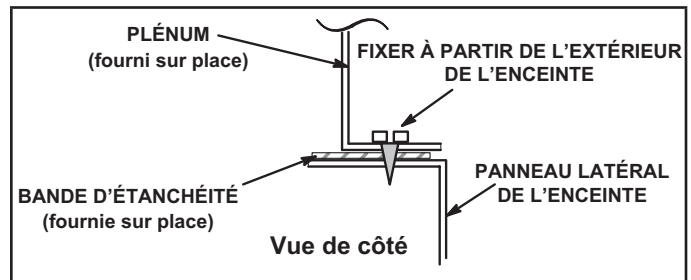
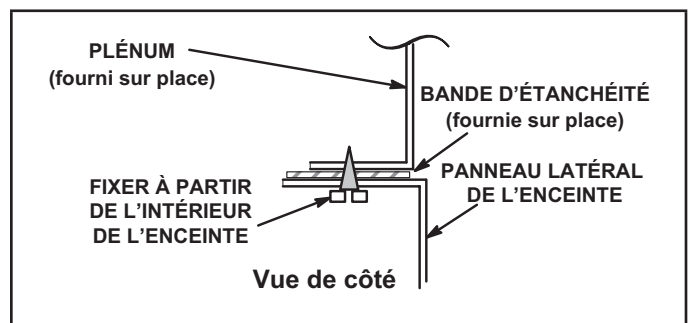

FIGURE 17
FIGURE 18
- 1 - Le bord inférieur du plénum doit être rabattu pour former un rebord (voir la FIGURE 17 ou FIGURE 18).